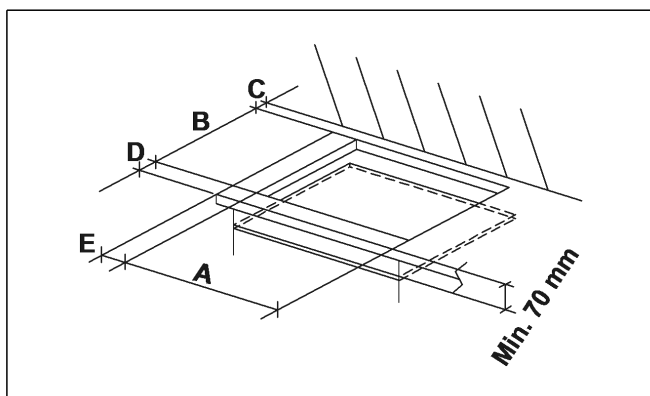
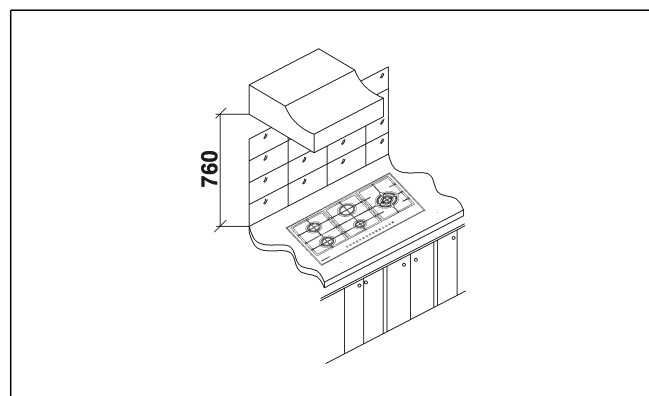

FIG. 7
FIG. 8
No tampo do móvel componível, é necessário fazer uma abertura para o encaixe com as dimensões indicadas na fig. 7, certificando-se de que sejam respeitadas as dimensões críticas do espaço no qual o aparelho deve ser instalado (ver a fig. 8).
- Para evitar possíveis contactos accidentais com a superfície da caixa da placa sobreaquecida durante o respectivo funcionamento, é necessário aplicar uma separação de madeira fixada por parafusos a uma distância mínima de 70 mm do tampo do móvel. (fig. 7).